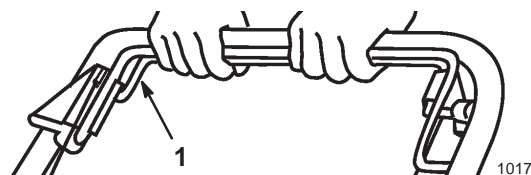

Abbildung 11
1. Zur Betätigung des Selbstantriebs den Selbstantriebsbügel gegen die Griffstange drücken und dort halten (Abb. 11).